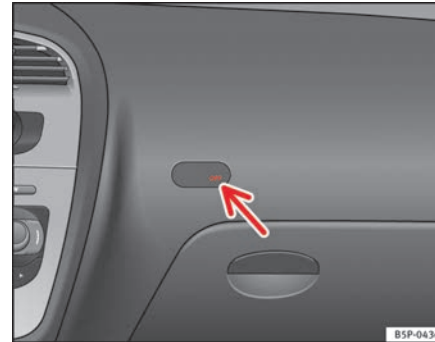

Abb. 27 Kontrollleuchte für Abschaltung der Beifahrerairbags
- Überprüfen Sie, ob bei eingeschalteter Zündung die Kontrollleuchte „OFF“ der Instrumententafel ⇒ Abb. 27 aufleuchtet ⇒ ⚠.
⇒ Seite 44, Abb. 27 nicht leuchtet ⇒ .